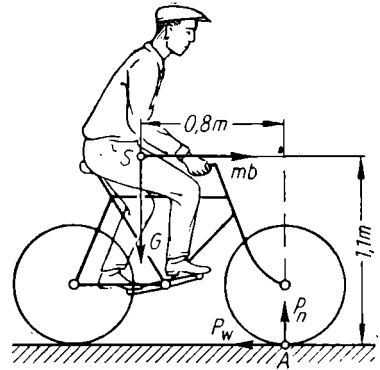

Bild 15
19. Welches ist die kürzestmögliche Strecke, auf der ein Radfahrer bei einer Fahrgeschwindigkeit 30 km/h mittels der Vorderradbremse anhalten kann, ohne vornüber zu stürzen? Der Gesamtschwerpunkt S von Rad und Fahrer liegt 1,1 m über Erdboden und in 0,8 m waagerechtem Abstand hinter der Vorderachse (Bild 15).